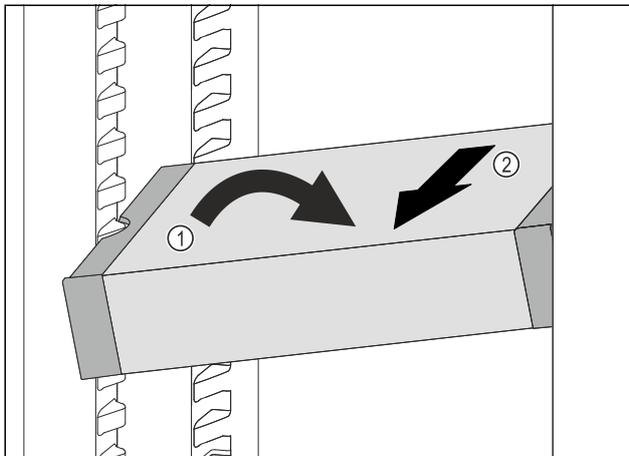

Fig. 62
- ▶ VarioSafe im Kühlteil schräg stellen. Fig. 62 (1)
- ▶ VarioSafe nach vorne entnehmen. Fig. 62 (2)